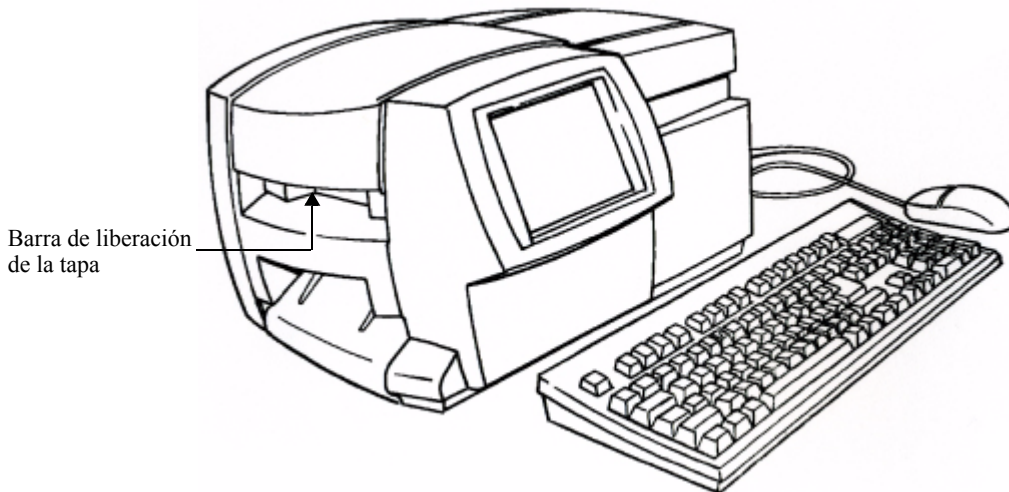

Figura 2-2. Apertura de la impresora.
**Paso 1:** Enchufe el cable del teclado en el conector de teclado, como se muestra en la Figura 2-2.